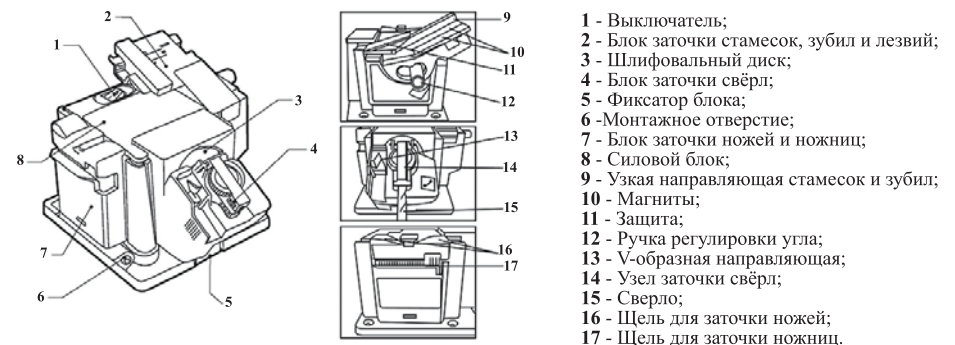

рис.1
Общий вид* заточного станка представлен на рис. 1
6.1.1 Установите блок заточки стамесок, зубил и лезвий 2 (рис.1) на силовой блок 8 (рис.1).
6.1.2 Положите стамеску, зубило или лезвие на суппорт для лезвий. Магниты 10 (рис.1) удерживают лезвие в нужном положении. (рис.2)
6.1.4 Для регулировки угла ослабьте ручку регулировки угла 12 (рис.1). Выберите нужный угол и затяните ручку.
6.1.5 Кромка лезвия должна касаться шлифовального круга. Включите силовой блок 8 (рис.1) с помощью выключателя 1 (рис.1), переведя его в положение «ВКЛ».
6.1.6 Двигайте суппорт с лезвиями вперёд и назад попеременно шлифовального круга 3 (рис.1) с лёгким постоянным нажимом, непрерывным движением.
6.1.8 При заточки узких лезвий, стамесок или зубил положите узкую направляющую 9 (рис.1) в качестве распорки и произведите заточку, как указано выше.